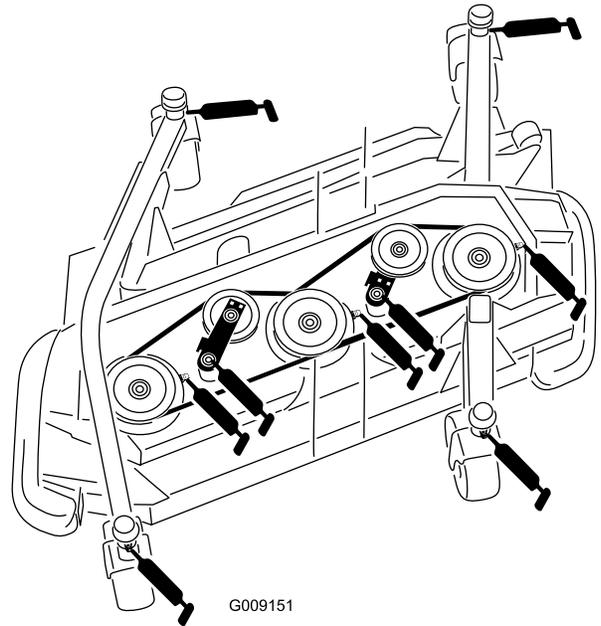

Figure 82
- 4 bague d'axe de chape de roue pivotante (Figure 82)
- 3 paliers d'axes de pivot (sur le logement d'axe), comme montré à la Figure 82
- 2 bagues de pivot de bras de tension (sur l'axe de pivot de poulie de tension), comme montré à la Figure 82